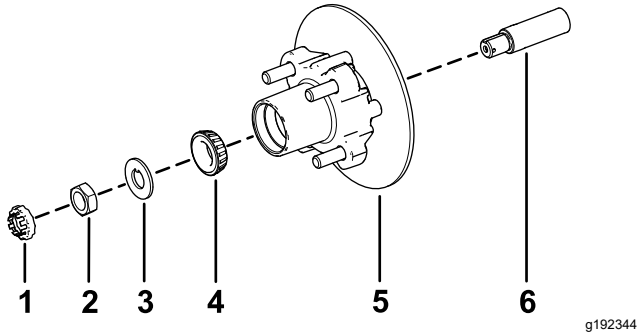

Figura 34
1. Aplique una ligera capa de grasa del tipo especificado en el eje (Figura 34).
2. Monte el cubo y el rotor en el eje con el rotor hacia dentro (Figura 34).
3. Monte el cojinete exterior en la mangueta y acople el cojinete al anillo de rodadura exterior (Figura 34).
4. Monte la arandela con pestaña en la mangueta (Figura 34).
5. Enrosque la tuerca en el eje y apriete la tuerca a 15 N·m (11 pulgadas-libra), girando el cubo para asentar el cojinete (Figura 34).
2. Alinee las pastillas de freno en cada lado del rotor (Figura 30), y alinee los orificios del soporte de la pinza con los orificios de montaje del freno de la mangueta (Figura 34).